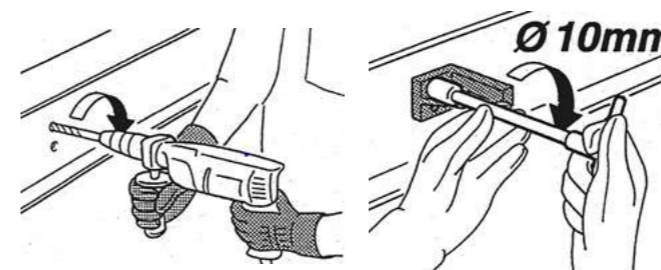

fig.28
1. Eseguire sull'anima della trave (ai limiti dell'area di lavoro) i fori per il fissaggio dei riscontri, ad un'altezza corrispondente a quella dei tamponi del carrello. (fig.28)
2. Provvedere al montaggio dei riscontri ed al relativo fissaggio mediante adeguate viti (Ø 10 mm, serraggio 48 Nm) su entrambi i lati della trave. (fig.28)